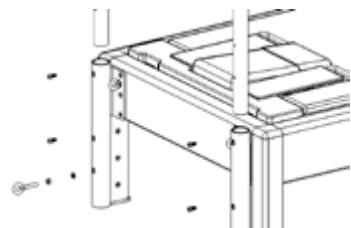

Figure 14
- Retirez les tubes de la tour et la Push Through Bar de leur boîte. Ne coupez pas le serre-câble entre la Push Through Bar et les tubes pour éviter qu'elle ne bascule lorsque vous la soulevez et ne blesse quelqu'un. À l'extérieur des deux tubes verticaux, vous verrez (2) trous filetés. Ceux-ci sont tournés vers l'extérieur de l'appareil à l'installation.
- Insérez les tubes dans les supports de la tour au sommet de l'appareil, en vous assurant que les trous filetés vous font face durant l'installation. Insérez les tubes doucement dans le support de la tour. Ceux-ci toucheront le sol. Voir figure 14.
- Utilisez les (4) vis longues -20 x 5/8" fournies pour fixer les tubes au support. Vous devrez peut-être soulever légèrement le tube pour aligner les trous. Commencez le vissage à la main avant de resserrer complètement. Utilisez la clé Allen 5/32" pour resserrer les (4) vis. Retirez ensuite le serre-câble et l'emballage de la Push Through Bar. Installez les anneaux de levage 2-1/2" avec un écrou et une rondelle de serrage contre le tube dans le trou inférieur des supports. Assurez-vous que l'anneau est aligné verticalement lors du serrage.